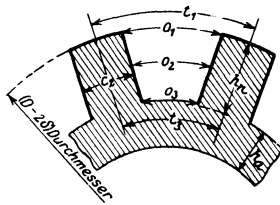

Abb. 239. Trapezförmige Läufernut.
B. Trapezförmige Nut. Bei trapezförmiger Nut soll der Zahn überall die gleiche Zahnstärke  $c_2$  erhalten. Nur darf die Induktion  $\mathfrak{B}_z$  die Werte 10000...15000 nicht übersteigen, da sonst die erforderliche Durchflutung für den Zahn zu groß ausfällt. Die Zahnstärke  $c_2$  folgt wieder aus der Gl 144a (s. Abb. 239)